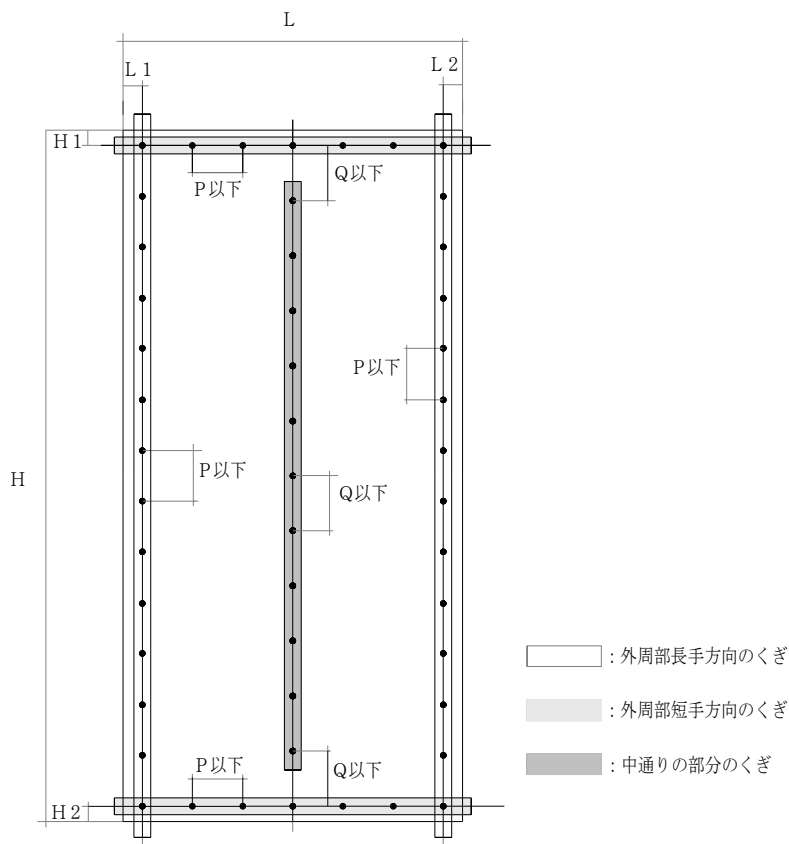

図5 タイガーEX ボードくぎ留め付け本数概略
- ・面材の外周部及び中通りの部分における、くぎ本数の算出方法について（図5参照）